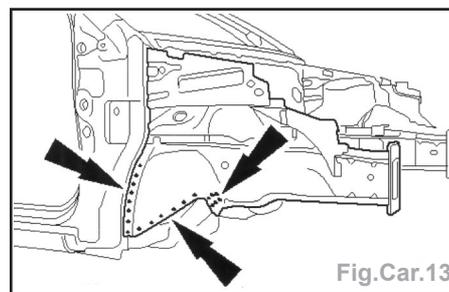

Fig.Car.13
- Souder par bouchonnage (flèches) (Fig.Car.13).